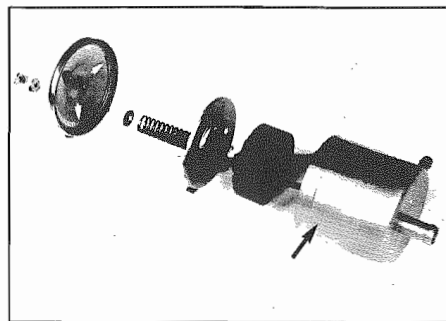

Fig. 17 - Filtro
- Riferirsi alla Fig. 17.
- See Fig. 17.